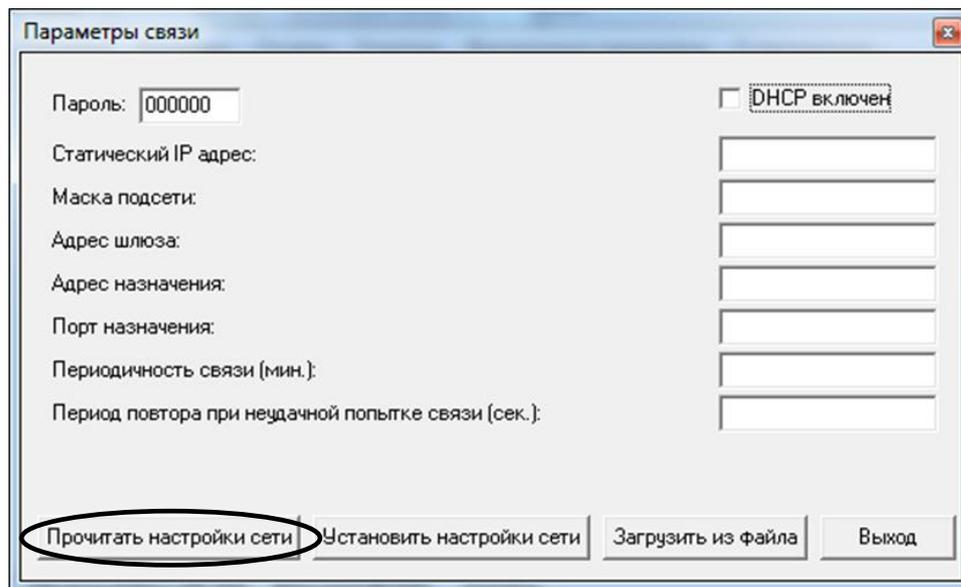

Рисунок 31
6.1.5 У вікні «Параметры связи» натиснути на кнопку «Прочитать настройки сети» (рисунок 31).